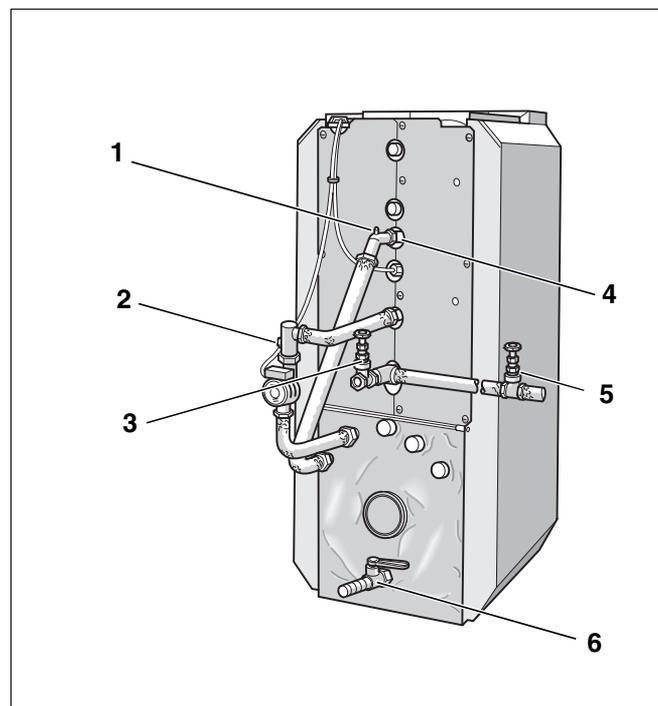

Abb. 29 Heizungsanlage mit Füllwasser füllen (hier: Heizkessel 17 bis 28 kW)
- Entlüftungsventil (Abb. 29, **Pos. 1**) am Vorlaufanschluss für Speicher-Wassererwärmer öffnen.
- Mit der Stellschraube (Abb. 29, **Pos. 2**) das Eckrückschlagventil öffnen (Schraubenschlitz muss senkrecht stehen).
- KFE-Hahn (Abb. 29, **Pos. 6**) öffnen.
- Heizungsanlage mit Füllwasser befüllen, bis aus dem Entlüftungsventil (Abb. 29, **Pos. 1**) Wasser austritt. Wenn Füllwasser aus der Entlüftungsschraube austritt, dann Entlüftungsventil schließen.
Das Entlüftungsventil (Abb. 29, **Pos. 1**) befindet sich immer am Vorlaufanschluss des Speicher-Wassererwärmers (Abb. 29, **Pos. 4**).
- Entlüftungsventil der Kessel-Speicher-Verbindungsleitung (Abb. 29, **Pos. 1**) schließen.
- Stellschraube des Eckrückschlagventils (Abb. 29, **Pos. 2**) in Betriebsstellung bringen (Schraubenschlitz der Stellschraube muss waagrecht stehen).
- Prüfen, ob der KFE-Hahn (Abb. 29, **Pos. 6**) geöffnet ist.
- KFE-Hahn (Abb. 29, **Pos. 6**) schließen.
- Ventil für Eintritt Kaltwasser (Abb. 29, **Pos. 5**) des Speicherbehälters öffnen.